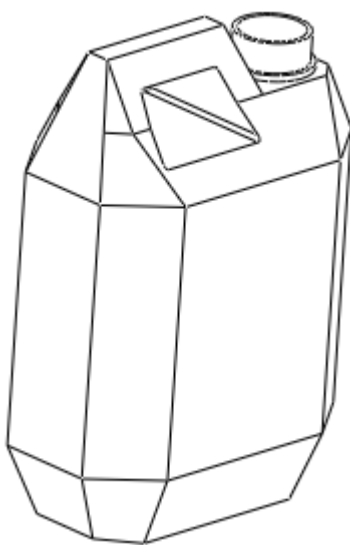

图 51-19
(3) 单击  按钮，完成壳特征的建立，如图 51-19 所示。